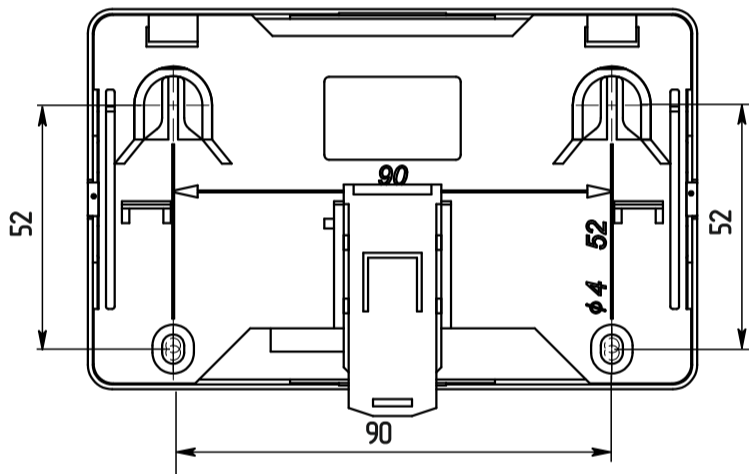

Рисунок 3
- смонтировать адресную метку на DIN-рейку или на стену, используя отверстия в основании (Рисунок 3);